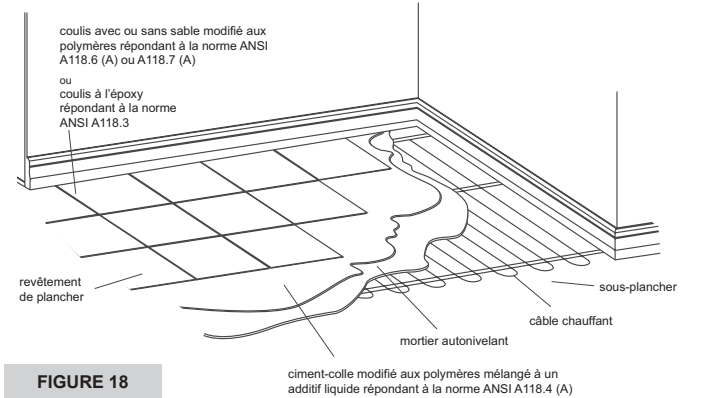

FIGURE 18
Une fois la pose terminée, vous devez attendre au moins 24 heures avant de jointoyer. Vous pouvez utiliser du coulis avec ou sans sable modifié aux polymères répondant à la norme ANSI A118.4(A) ou A118.7(A) ou du coulis à l'époxy répondant à la norme ANSI 118.3 (voir FIGURE 18 et FIGURE 20).
tuiles. Ainsi, cette technique n'augmente pas l'épaisseur du plancher malgré l'ajout d'un câble chauffant. Utilisez une truelle dentée d'une hauteur de 3/8" (10 mm) ou de 1/2" (13 mm) pour recouvrir le câble chauffant de ciment-colle. Pour assurer une adhérence maximale, déposez la tuile ou le carreau sur le ciment-colle et appliquez une pression sur celui-ci afin de permettre à l'air de s'échapper (voir FIGURE 18).